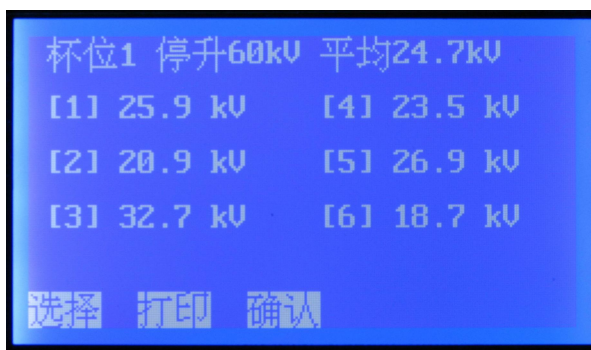

图 8 显示子页面
8. 每次击穿电压值和轮回次数自动存储，测量完毕后显示测试完毕，然后按 **确认** 键返回到开机页面（图 1），按 **打印** 或 **显示** 键，进入油样单次击穿电压值和平均值的存储记录显示子页面（图 8）。